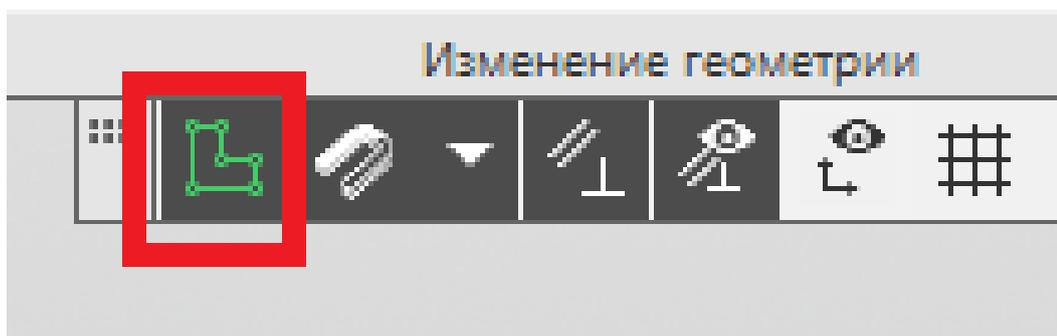

Рис. 16
13. Завершаем построение эскиза нажатием на пиктограмму «Создать эскиз» (рис. 16).